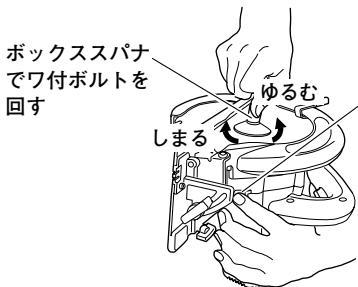

図 17
- 切込み量を最大にし、安定した床の上に丸のこを置きます。(図17)